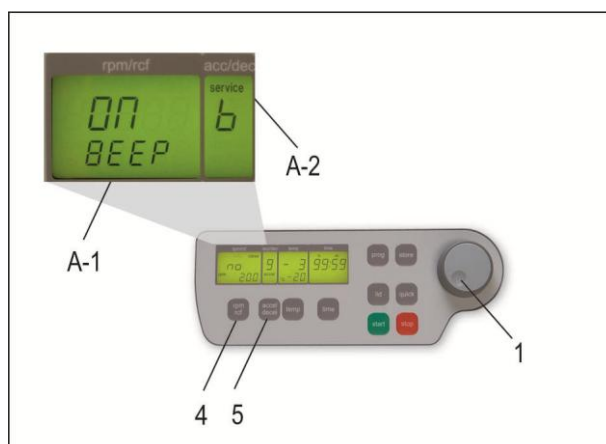

Abbildung 8
Öffnen Sie wie unter Punkt 1.8.1 beschrieben das Menü „Grundeinstellungen“. Danach drücken Sie die Taste „accel/decel“ (5). Im Anzeigenfeld „accel/decel“ (A-2) blinkt der Schriftzug „service“. Wählen Sie nun mit dem Einstellregler (1) den Buchstaben „b“. Daraufhin erscheint im Anzeigenfeld „rpm/rcf“ (A-1) der Schriftzug „ON/BEEP“. Nachdem Sie die Taste „rpm/rcf“ (4) gedrückt haben, kann mit dem Einstellregler (1) der Tastenton ein (On) oder ausgeschaltet (Off) werden. (siehe Abbildung 8)